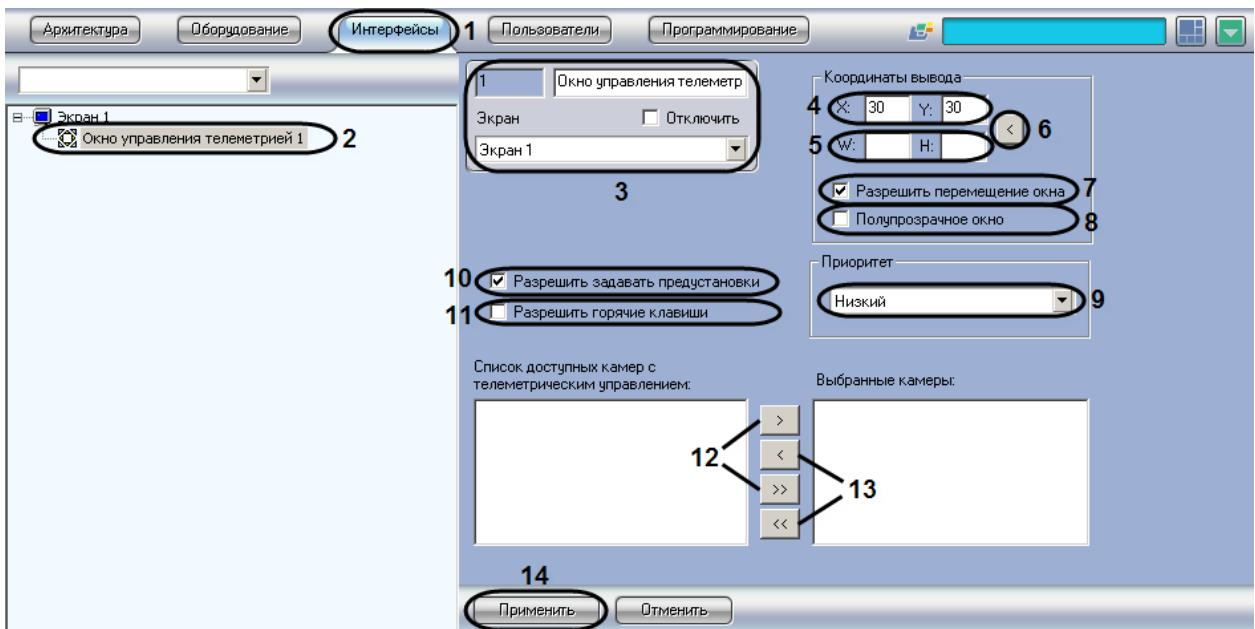

Рис. 3.4—10 Настройка Окна управления телеметрией
1. Перейти во вкладку «Интерфейсы» диалогового окна «Настройки» ПК «Интеллект» (Рис. 3.4—10, 1).
2. На базе объекта «Экран» создать интерфейсный объект «Окно управления телеметрией» или выбрать соответствующий объект в дереве объектов во вкладке «Интерфейсы» диалогового окна «Настройки» ПК «Интеллект» (Рис. 3.4—10, 2).
3. При создании объекта «Окно управления телеметрией» необходимо указать идентификационный номер, название объекта и выбрать объект «Экран», на основе которого создается объект «Окно управления телеметрией» (см. Рис. 3.4—10, 3).
4. Указать координаты расположения Окна управления телеметрией на экране, для этого необходимо изменить значения в полях «Х» и «У». Значения полей «Х» и «У» соответствуют координатам расположения левого верхнего угла Окна управления телеметрией на экране и выражаются в процентном соотношении относительно размеров экрана по горизонтали и вертикали соответственно (см. Рис. 3.4—10, 4).
5. Ввести размеры интерфейсного объекта «Окно управления телеметрией»: поля «W» (ширина окна) и «H» (высота окна). Размеры выражаются в процентном соотношении относительно размеров экрана по горизонтали и вертикали соответственно (Рис. 3.4—10, 5).
Примечание. Кнопка «<<» (см. Рис. 3.4—10, 6) используется для автоматического ввода текущих координат объекта, заданных пользователем при работе с Окном управления телеметрией.
6. По умолчанию Окно управления телеметрией доступно для свободного перемещения на экране. В том случае, если требуется зафиксировать положение Окна управления телеметрией, необходимо снять флажок «Разрешить перемещение окна» (см. Рис. 3.4—10, 7).